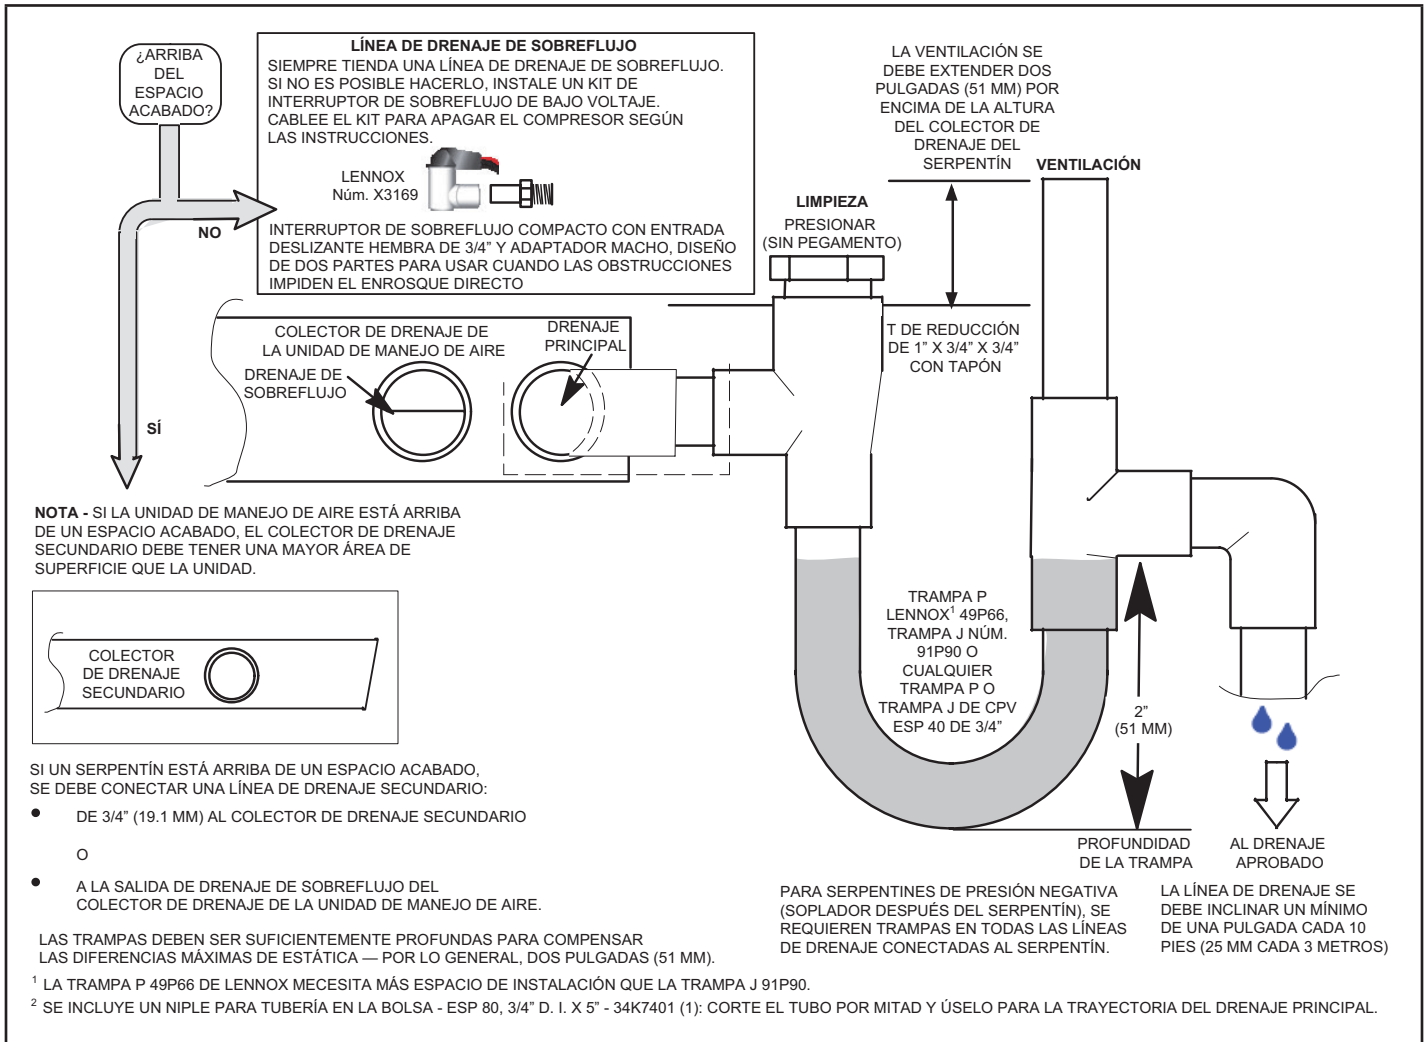

FIGURA 6. Drenaje típico principal y de sobreflujo
- 6 - Instale una trampa de 2" en las líneas de drenaje principales (primarias) lo más cerca posible de las unidades (ver la Figura 6). Asegúrese de que el extremo superior de la trampa esté debajo de la conexión al colector de drenaje para que el colector se drene por completo.
NOTA - Las secciones horizontales deben tener un respiradero (tubo vertical) antisifón instalado adelante de la sección horizontal. Ver la Figura 6. Una sección horizontal extremadamente larga podría requerir una línea de drenaje sobredimensionada para eliminar las trampas de aire.